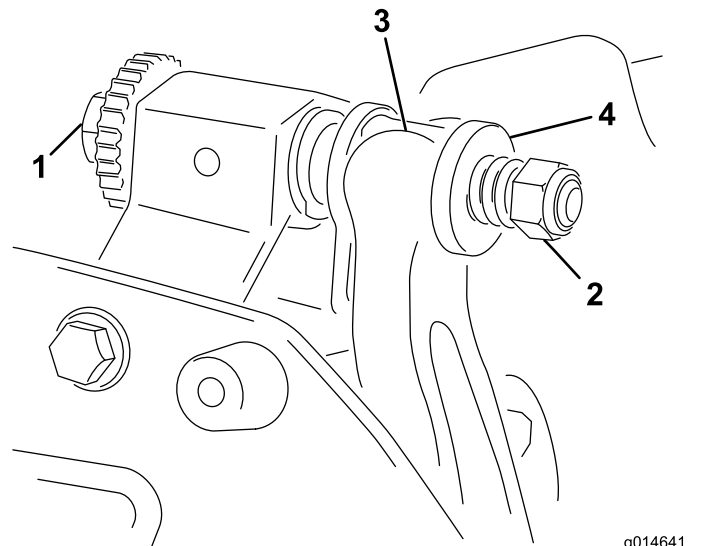

Figure 13
1. Tournez la vis de réglage de la barre d'appui dans le sens antihoraire pour éloigner la contre-lame du cylindre (**Figure 13**).
2. Faites sortir l'écrou de tension du ressort jusqu'à ce que la rondelle ne soit plus tendue contre la barre d'appui (**Figure 13**).
1. Montez la barre d'appui en positionnant les languettes de montage entre les rondelles et la vis de réglage de la barre d'appui (Figure 13).